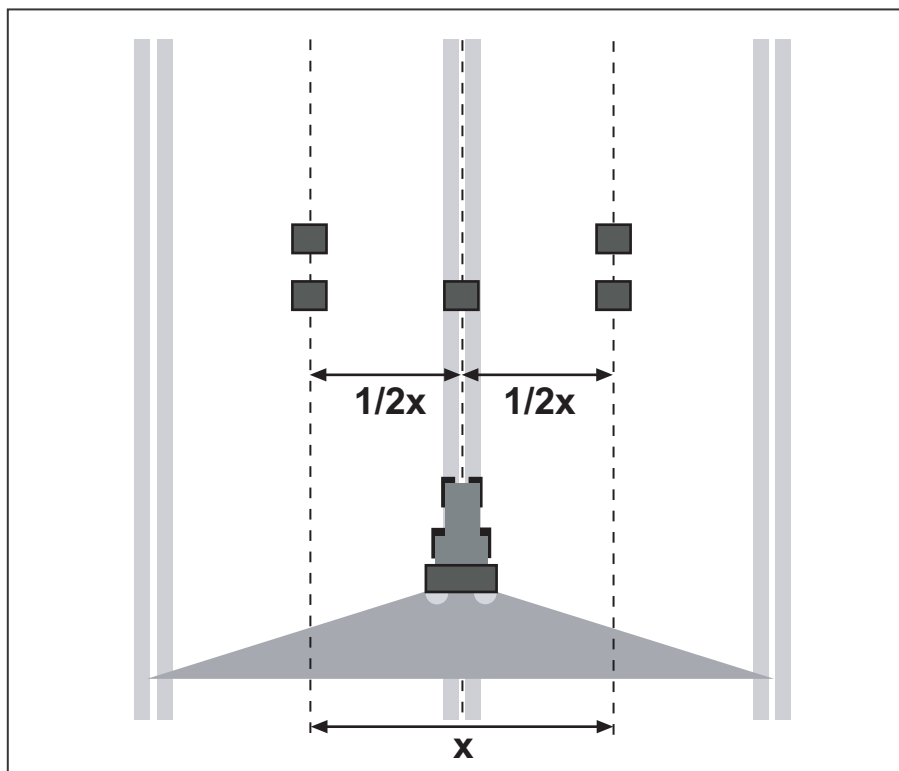

Bild 7.27: Uppställning för en passering
- Placera två uppsamlingsskålar på vardera sidan av körbanan på ett avstånd av **1 m** efter varandra i överlappningszonerna (mellan körbanorna) och en uppsamlingsskål i körbanan (enligt bild 7.27).